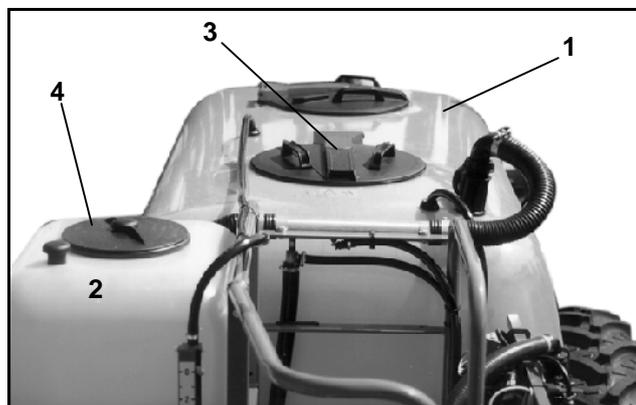

Fig. 7.2
- En los rociadores acoplables **UG Nova**, llenar el recipiente de caldo de rociado (Fig. 7.2/1) y el recipiente de agua de lavado (Fig. 7.2/2) **sobre la apertura de carga** (Fig. 7.2/3) o bien (Fig. 7.2/4) **mediante tubería de salida libre de agua.**